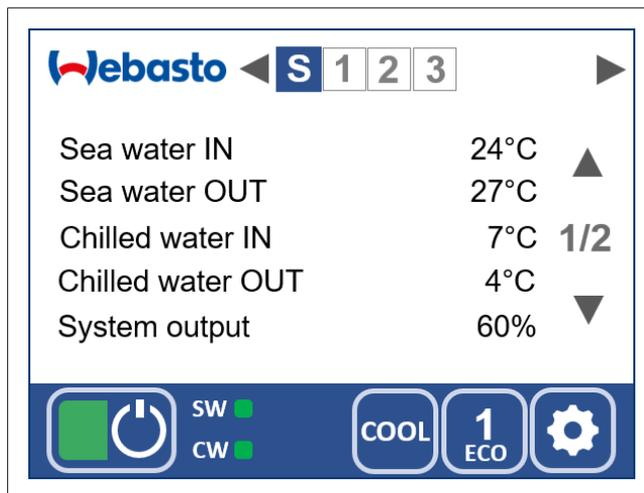

Fig. 3 Indicatore di sistema pagina 1
Per cambiare visualizzazione utilizzare i tasti freccia nella barra di stato superiore (Fig. 3, pos. 2).